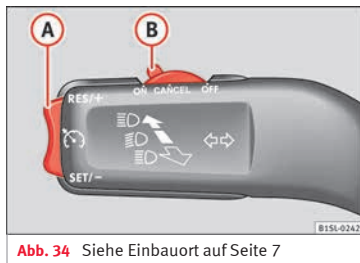

Abb. 34 Siehe Einbauort auf Seite 7
- Die GRA anschließen: den Schalter » **Abb. 34 1** in die Stellung **ON** schieben. Das System ist eingeschaltet. Da noch keine Geschwindigkeit gespeichert ist, erfolgt noch keine Regelung.
- GRA aktivieren: drücken Sie die Taste » **Abb. 34 2** im Bereich **SET/-**. Die aktuelle Geschwindigkeit wird gespeichert und geregelt.
- GRA vorübergehend abschalten: Schieben Sie den Schalter » **Abb. 34 1** bis **CANCEL** oder treten Sie auf die Bremse. Regelung wird vorübergehend abgeschaltet.
- GRA wieder einschalten: Drücken Sie die Taste » **Abb. 34 2** in **RES/+**. Die gespeicherte Geschwindigkeit wird erneut gespeichert und eingestellt.
- GRA abschalten: Schalter » **Abb. 34 1** auf **OFF** schieben. Das System wird abgeschaltet und die gespeicherte Geschwindigkeit gelöscht.